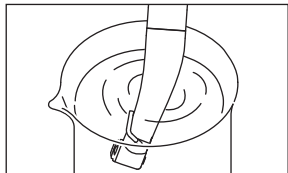

Fig. 11
- 3) (Uniquement pour la X-SG20L / SG20) Plongez environ 20 mm de la tête de l'instrument dans l'eau, faites tourner l'instrument pendant environ 15 secondes tout en changeant le sens de rotation d'avant/arrière. (Fig. 11)